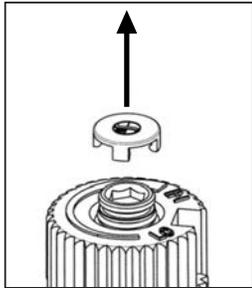

Figure 14: Retrait du Bouchon de Soupape
- a) Retirez le capuchon de protection noir du bouton HI/LO (voir la figure 14).